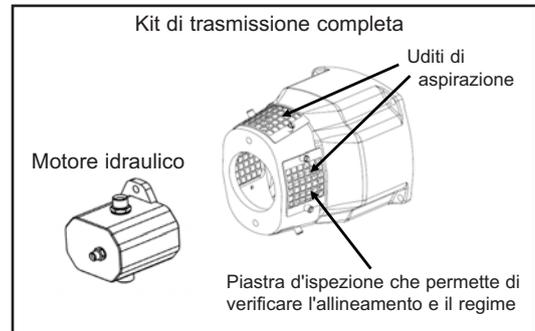

Figura 6
1. Se il comando del compressore deve essere idraulico, MOUVEX è in grado di fornire un kit di trasmissione standard per il montaggio diretto del motore o della pompa idraulica. MOUVEX può anche fornire il motore idraulico ; vedi figura 6.
3. Se gli accoppiamenti sono allineati in modo corretto, il manicotto esterno in plastica deve presentare un gioco assiale di 5 mm su una rotazione di 360°. E' possibile verificarlo sollevando la piastra di ispezione ; vedi figura 6.